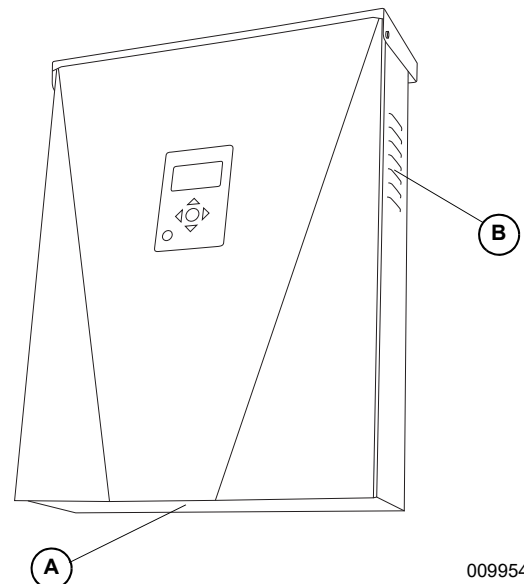

Figure 8-3. Événements d'admission et de refoulement
Voir **Figure 8-3**. Vérifier que les événements d'admission (A) et de refoulement (B) sont toujours bien dégagés.
Voir **Figure 8-3**. Nettoyer le filtre d'admission (A) avec une brosse souple ou un aspirateur. Si le filtre à air est endommagé ou devient difficile à nettoyer, obtenir un filtre de rechange en s'adressant à un IASD ou au Service après-vente Generac au 1-888-GENERAC (1-888-436-3722) ou en ligne à www.generac.com.